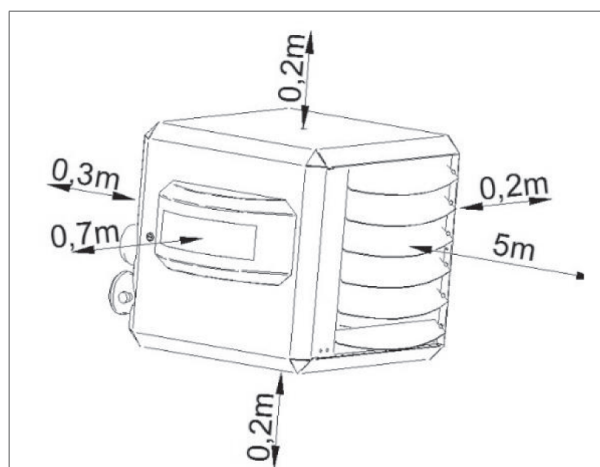

Abbildung 6 - Einzuhaltende Mindestfreiräume rund um den Luftheritzer
- Sorgen Sie für ausreichend Abstand zwischen dem Luftheritzer und etwaigen Hindernissen. Der Abstand dient der Sicherheit und einem ausreichenden Zugang für Service- und Wartungsarbeiten (Abbildung 6).